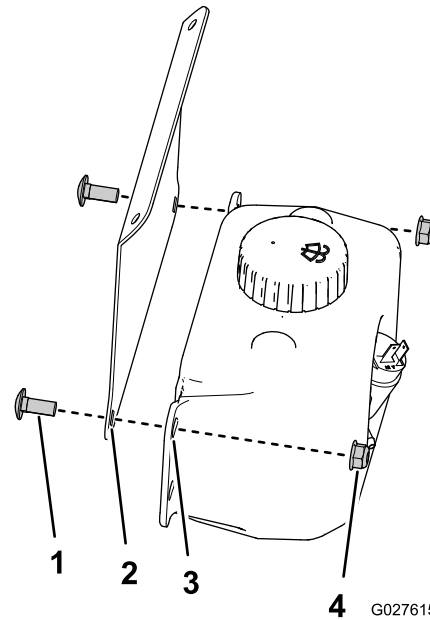

Figure 15
1. Fixez le réservoir de liquide lave-glace sur son support au moyen des 2 boulons de carrosserie ($\frac{5}{16}$ " x $\frac{3}{4}$ ") et des 2 contre-écrous ($\frac{5}{16}$ "), comme montré à la Figure 15.